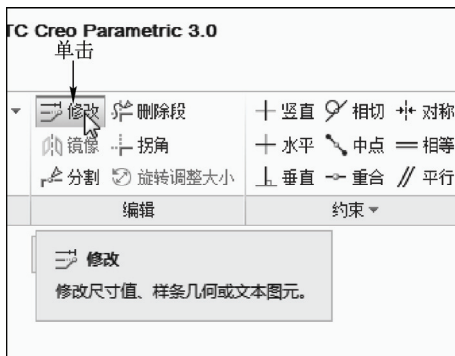

图 4-47 单击“修改”按钮
STEP 02 在功能区选项板的“草绘”选项卡中, 单击“编辑”面板中的“修改”按钮, 如图 4-47 所示。